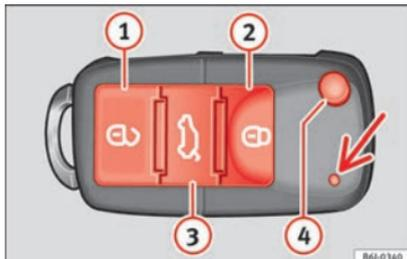

Fig. 50 Tasti della chiave con telecomando.
Con il tasto ④ » fig. 50 del telecomando, è possibile sbloccare l'ingegnere della chiave.
Sblocco del veicolo ② » fig. 50 ①.
Tasto di chiusura ① » fig. 50 ②.
Sblocco del portellone posteriore. Tenere premuto il tasto ③ » fig. 50 ③ fino a quando lampeggiano brevemente tutti gli indicatori di direzione. Dopo aver premuto il tasto di sblocco ③, si hanno 2 minuti per aprire il portellone. Una volta trascorso questo periodo si blocca di nuovo.
Inoltre, la spia della batteria della chiave » fig. 50 (freccia) lampeggia.
Premere una sola volta il tasto ② » fig. 50 ①, per aprire la porta del conducente, le altre porte rimarranno chiuse.
Per aprire le serrature di tutte le porte si deve premere due volte il tasto ② » fig. 50 ①.
- Premere il tasto  » fig. 50 del telecomando.